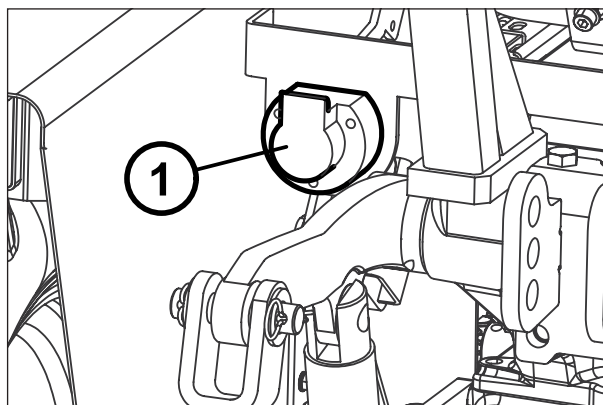

Fig. 50 - Toma de corriente para el remolque
- c- Toma de corriente para el remolque ( 1 Fig. 50).